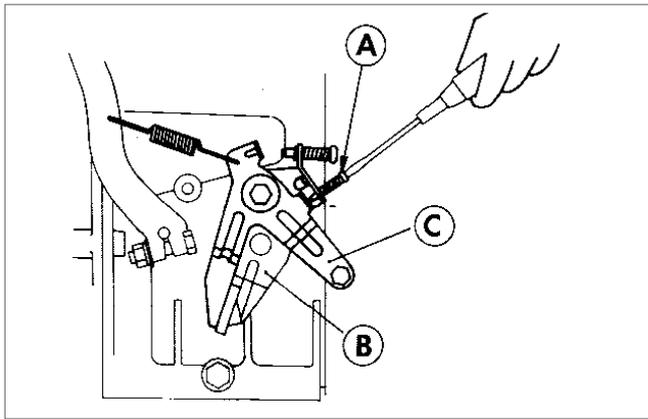
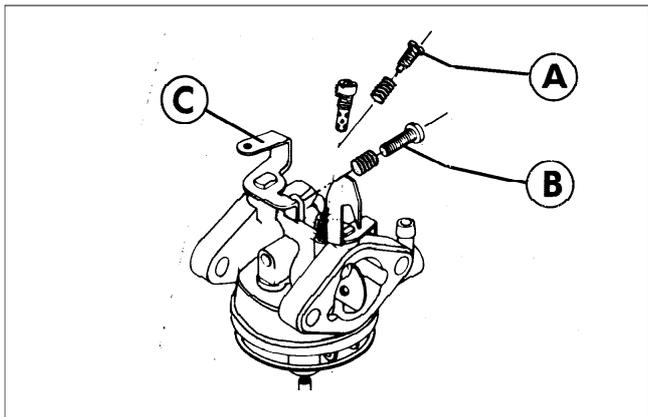

Fig.42
Fig.43
Leerlaufeinstellung (Abb. 42 und 43)
2. Leerlaufbegrenzungsschraube (A Abb. 42) der Drehzahlregelungsplatte (B Abb. 42) lockern.
3. Leerlaufeinstellschraube (A Abb. 43) des Vergasers festziehen, dann 1 bis 1,5 Umdrehungen zurückschrauben.
**HINWEIS:** Leerlaufeinstellschraube (A Abb. 43) nicht zu fest ziehen, sonst bilden sich Stufen in der Spitze der Schraube.
4. Motor einschalten und Drehzahlregelungshebel (C Abb. 42) auf den kleinstmöglichen Wert einstellen. Motordrehzahl mit der Drosselanschlagschraube (B Abb. 43) des Vergasers solange verstellen, bis der Motor auf geringsten Touren läuft, ohne jedoch auszusetzen.
5. Leerlaufeinstellschraube (A Abb. 43) solange anziehen bzw. lockern, bis die höchstmögliche Leerlaufdrehzahl erreicht ist.
6. Drosselanschlagschraube (B Abb. 43) einschrauben. Wenn die Spitze der Schraube die Drosselklappe (C Abb. 43) berührt, Schraube solange nachstellen, bis die Nockenwellendrehzahl 625 U/M erreicht.
7. Leerlaufbegrenzungsschraube (A Abb. 42) der Drehzahlregelungsplatte (B Abb. 42) einschrauben und darauf achten, daß sich die Leerlaufdrehzahl nicht verändert.
Regolazione del minimo (Figure 42 e 43)